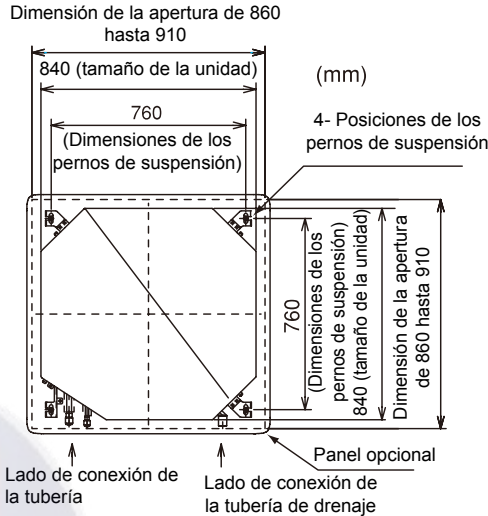

Fig. 3.3 Apertura del falso techo y pernos de suspensión
- (1) Determine la ubicación y dirección final de la instalación de la unidad interna prestando atención al espacio de la tubería, cableado y mantenimiento. El tablero de la instalación está impreso en el empaque. Corte el modelo para abrir el cielorraso falso e instale los pernos de suspensión.
- (2) Corte el área para la unidad interna en el techo falso e instale los pernos de suspensión, como se muestra en la Fig. 3.3.